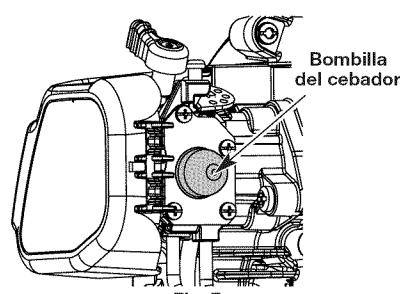

Fig. 7
3. Oprima completamente el cebador y suéltelo 10 veces. Hágalo lentamente. Se deberá ver un poco de combustible en el cebador y en las tuberías de alimentación de combustible (Fig. 7). Si no puede ver el combustible en el cebador, oprímalos y suéltelos tantas veces como sea necesario hasta que vea combustible en el mismo.